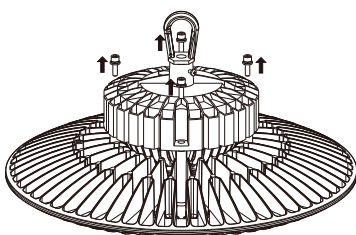
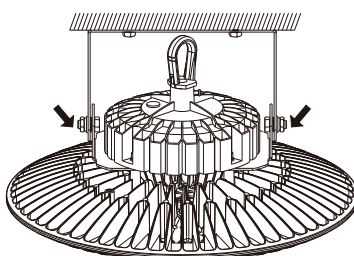

Fig. 4
Fig. 7
1. Enlevez les boulons du pilote. (**Figure 4**).
4. Réglez l'angle du support. Cela peut être réalisé en desserrant les vis latérales illustrée dans la figure 4, ensuite en les resserrant à l'angle désiré. (**Figure 7**).